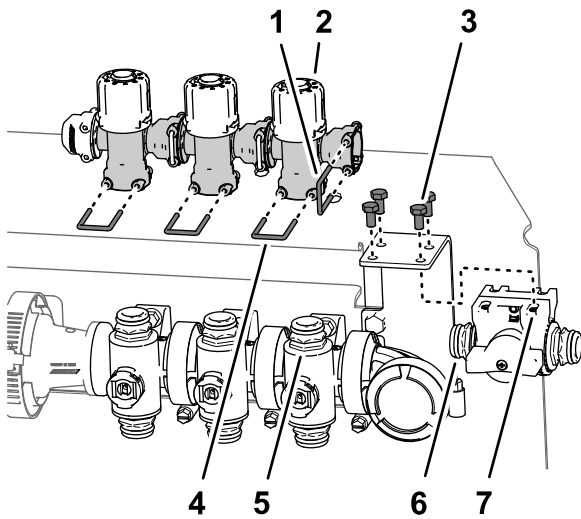

Figura 49
1. Retire os quatro parafusos (6 x 12 mm) que prendem a válvula de desligar a distribuição ao suporte da válvula (Figura 49).
2. Retire o retentor que fixa a válvula de desligar a distribuição à válvula de distribuição para a válvula da secção da rampa direita e retire a válvula de desligar (Figura 49).
3. Retire os três retentores que prendem as três válvulas de distribuição às três válvulas do coletor (Figura 49).
- Levante as três válvulas de distribuição dos três acopladores rápidos das válvulas do coletor (Figura 49).